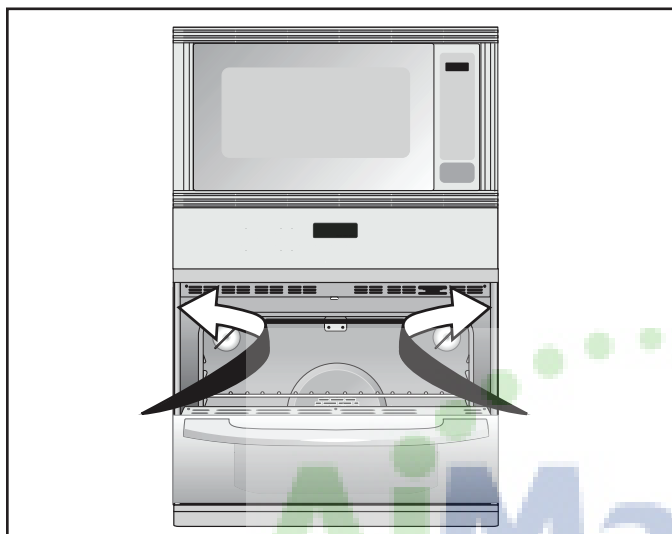

Figure 6
- A. Les trous de montage dans les garnitures latérales peuvent être utilisés comme gabarit pour localiser les trous des vis de montage de l'appareil (figure 6).